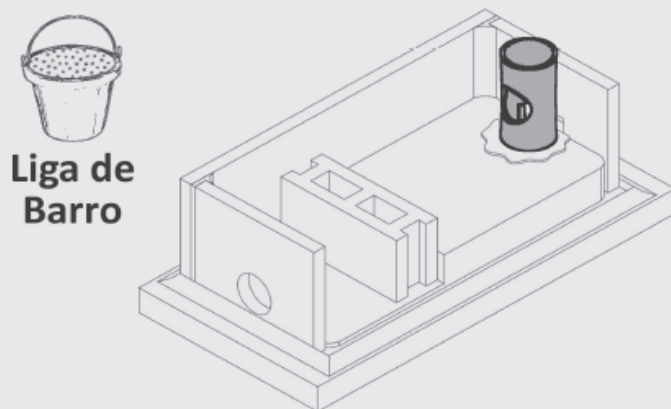

Figura 3
- #6 Prepare la liga de caolín, barro, y arena **(pg 11)** y cubra los huecos en los lados del parte de chimenea. Llene todas las juntas con mezcla. **(Figura 3)**